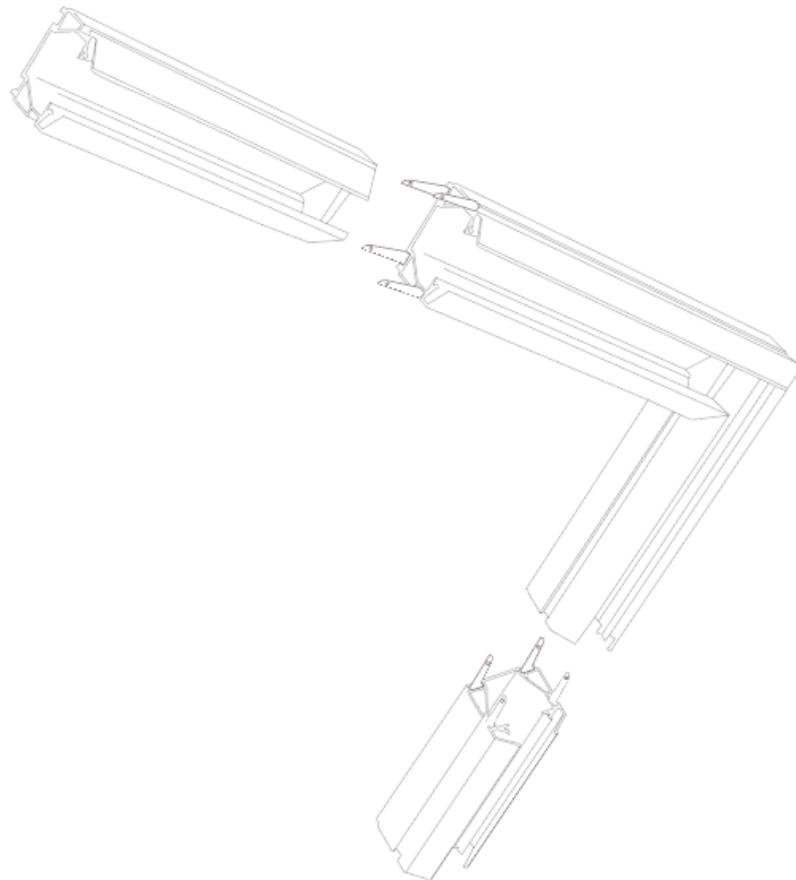

Рис. 1 Схема сборки профиля
5.4 Соберите необходимую вам систему профиля по аналогии со схемой, как показано на Рис. 1, используя дополнительные аксессуары.